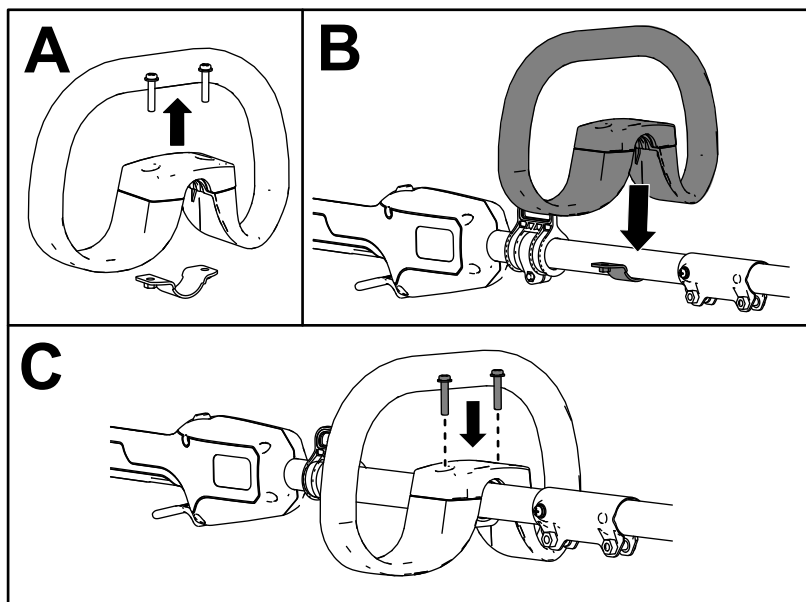

Figura 4
1. Usando un destornillador Phillips, retire los 2 tornillos y separe la empuñadura auxiliar de la abrazadera (**Figura 4, A**).
2. Alinee la empuñadura auxiliar con la abrazadera en el mango de la desbrozadora (**Figura 4, B**).
3. Sujete la empuñadura auxiliar a la abrazadera con los 2 tornillos que retiró anteriormente (**Figura 4, C**).